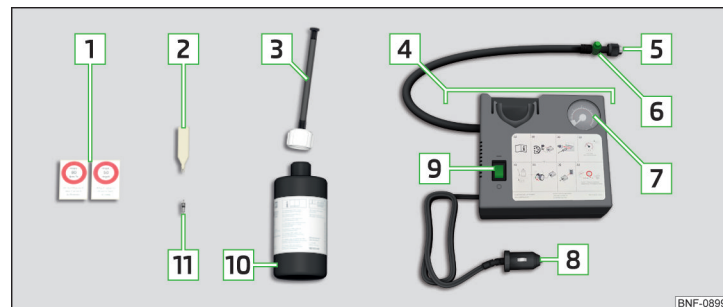

Fig. 266 Descripción del kit de averías
- Introducir el atornillador de inserto de válvula  » **fig. 266 de la pág. 233** sobre el inserto de válvula de la manera que el inserto de válvula cabe en la ranura del atornillador de inserto de válvula.
- Enrosque fija la manguera de llenado del neumático  » **fig. 266 de la pág. 233** sobre la válvula del neumático.